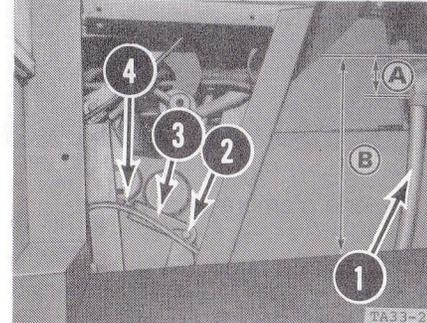

Figure 95
Lorsque le moteur est complètement embrayé, la pédale d'embrayage (1, Fig. 95) doit avoir une garde (A) de 30 à 40 mm.
Vérifiez la garde de la pédale. Desserrez le contre-écrou (4 Fig. 95). Enlevez l'axe à tête (2) et réglez la chape (3) jusqu'à ce que la garde soit correcte. Remettez en place l'axe à tête, serrez le contre-écrou (4) et vérifiez à nouveau le réglage.